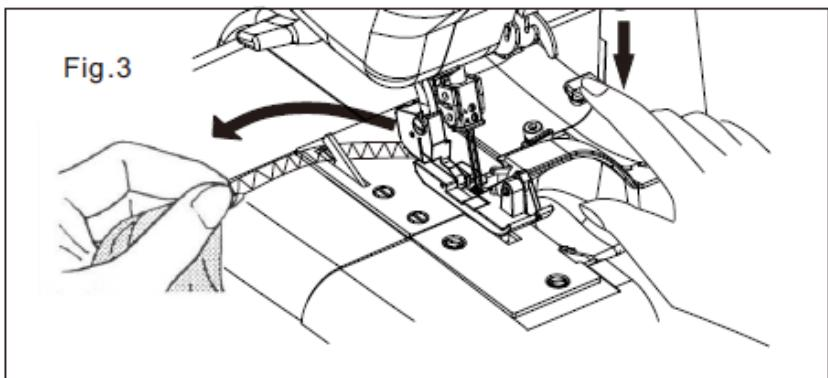

Fig.3
Eine Schlaufenbildung an der Kante kann auftreten, wenn Sie leichte Stoffe mit drei Fäden (nur rechte Nadel) nähen und das Nahtbreiteneinstellrad auf 4 – 5 eingestellt haben (siehe Abb. 3). In diesem Fall sollten Sie anstatt des Rollsaumfingers (A) den Rollsaumfinger (B) verwenden, um eine einwandfreie Naht zu erzielen (siehe Abb. 4).